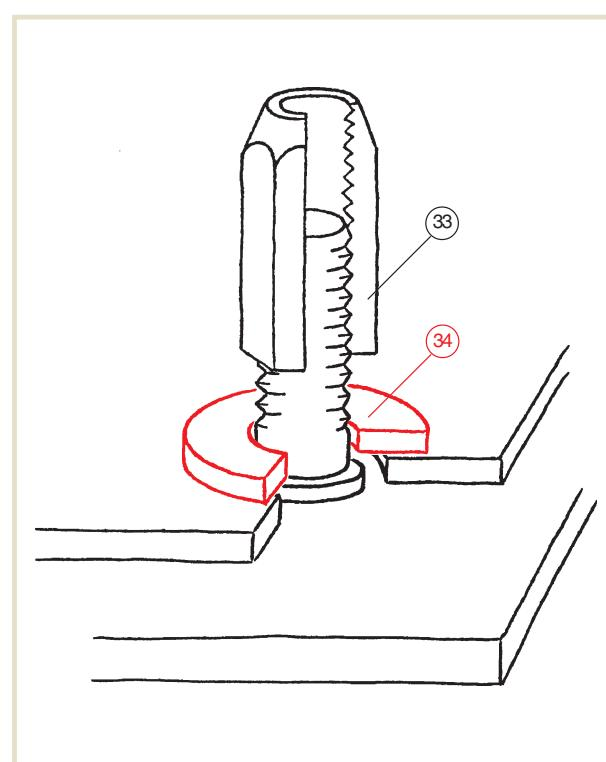

Рис. 37: Соединение верхнего и нижнего блоков центрирующими гайками
- Ослабьте 4 центрирующие гайки 33, вставьте шайбы 34 (A8.4 DIN 902, сталь), которые могут находиться за защитной водонепроницаемой дверцей наружного блока, и закрепите блоки между собой, затянув центрирующие гайки (см. Рис. 37).